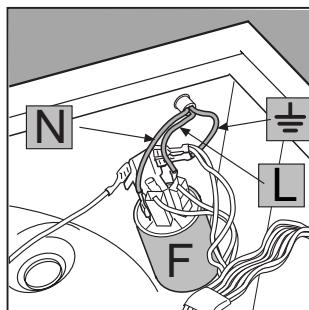

Рис. 4
3. Отсоедините провода от подавителя радиопомех F (рис. 4). Обратите внимание на цвет и расположение проводов: **синий** = провод N, **коричневый** = прово-